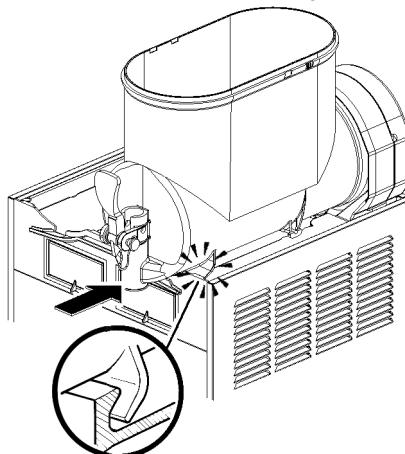

figura 15
- 7 Montar el contenedor y empujarlo hacia la pared posterior, controlando que calce completamente en la junta y, al mismo tiempo, que sus ganchos inferiores coincidan con las correspondientes salientes del plano de goteo (ver figura 15).